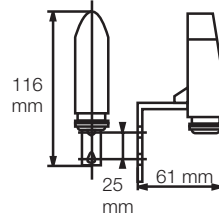

Fig. J7-003: instalación superficial de las células.
- Tipo mural (ver fig. J7-003):